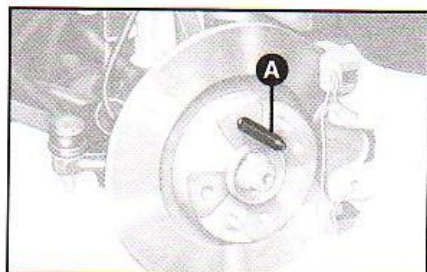

fig. 10
**NOTA:** Para facilitar a remontagem da roda de liga leve depois de reparado o pneu, rosquear o pino **A-fig. 10** no cubo. Colocar a roda no pino e fixá-la com 3 parafusos. Retirar o pino **A** e rosquear o quarto parafuso.